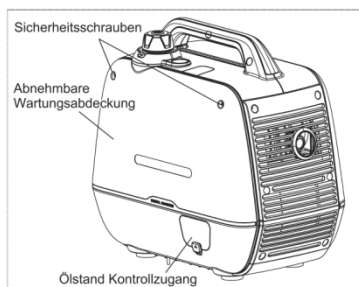

Fig. 13A
1. Lösen Sie die Abdeckungsschraube und entfernen Sie die Wartungsabdeckung. (Fig. 13A)